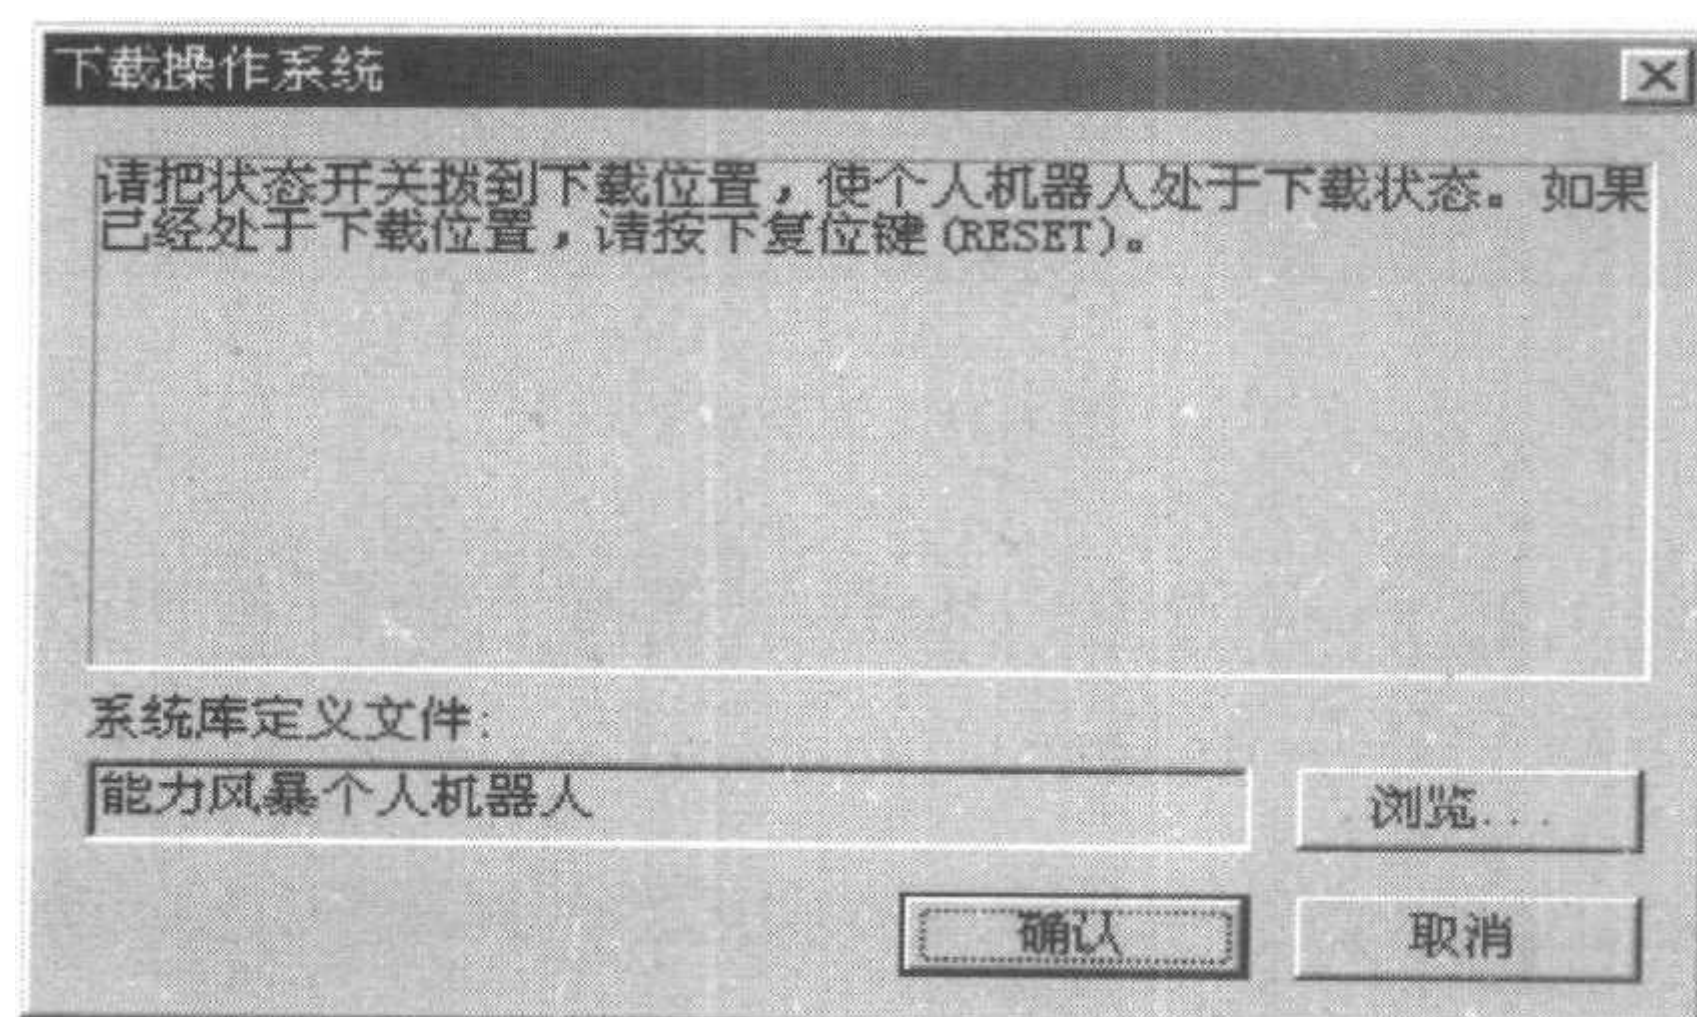

图 1.18 “下载操作系统”对话框
(7) 你在“打开”对话框中选择“Ability_Storms.jcd”系统库文件，然后打开此文件，就会出现如图 1.18 所示的“下载操作系统”对话框。
(8) 现在请你按照如图 1.18 所示的“下载操作系统”对话框提示进行操作。